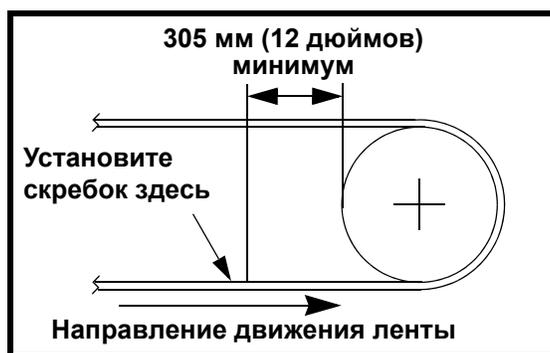
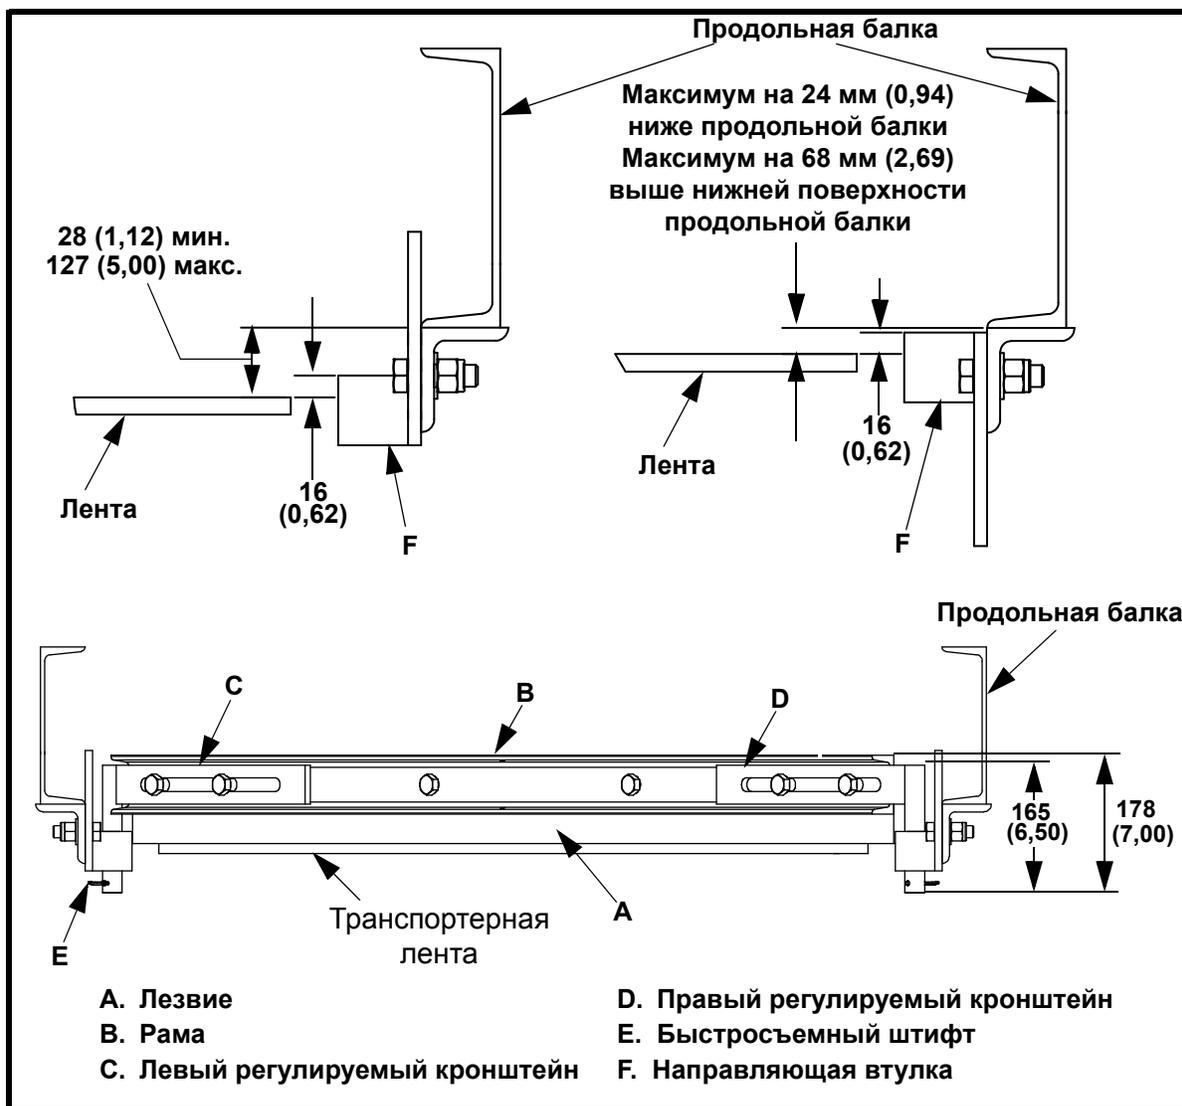

Рис. 1. Размещение скребка на ленте
Рис. 3. Установка диагонального скребка Martin®
1. Поместите скребок на возвратную ветвь транспортерной ленты перед концевым роликом в таком месте, где лента туго натянута или опирается на холостой ролик. (См. рис. 1.) (Положение ленты относительно продольной балки транспортера определяйте по рис. 3.)
5. См. рис. 3. Отрегулируйте оба кронштейна, чтобы верх направляющей втулки находился на высоте 16 мм (5/8 дюйма) от поверхности ленты. (При этом допустимый износ лезвия составит 38 мм [1-1/2 дюйма].)
1. Отпустите четыре винта и упругие стопорные гайки, крепящие лезвие (А, рис. 3) и раму (В) к регулируемым кронштейнам (С и D).
3. Вставьте штифты в кронштейны через правую и левую направляющие втулки (F).
3. Проверьте износ лезвия. Если лезвие потеряло контакт с лентой, а кронштейны (C и D, рис. 3) лежат на направляющих втулках (F), поступайте следующим образом:
- a. Снимите винты с шестигранной головкой, плоскими шайбами и упругими стопорными гайками, которые крепят лезвие (A) и раму (B) к регулируемым кронштейнам.